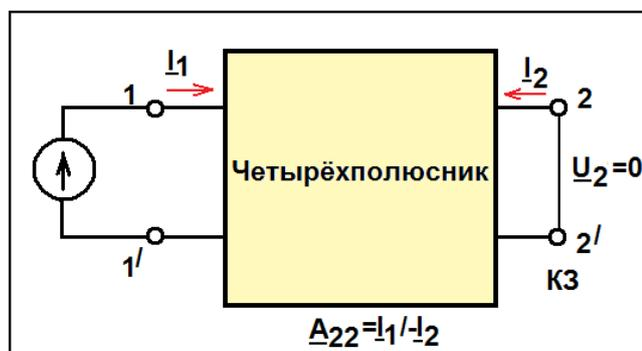

Рисунок. 8
– отношение токов при закороченных выходных зажимах (рис. 8).